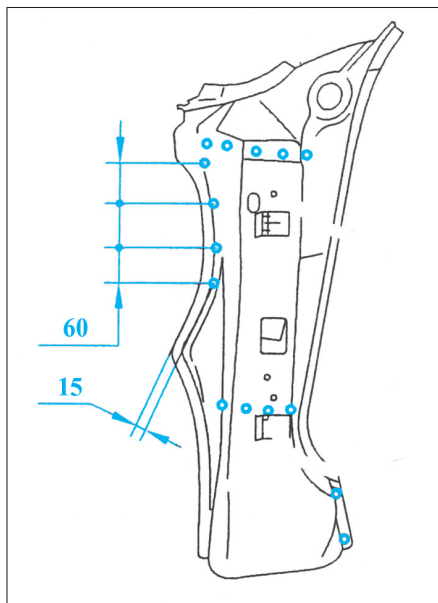

FIG. 50
- Tracer puis percer Ø 6,5 mm pour soudage ultérieur par points bouchons (Fig.50).